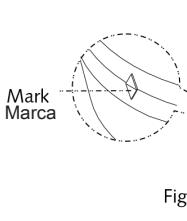

Fig. 7
- 4. Una la caja superior a la inferior, y fíjela con tornillos. Asegúrese que las marcas de la parte superior e inferior están alineadas (Vea la fig. 7).
- Assemble top case with bottom case, and secure with screws. Make sure that the marks on the bottom and top case are aligned (See fig. 7).